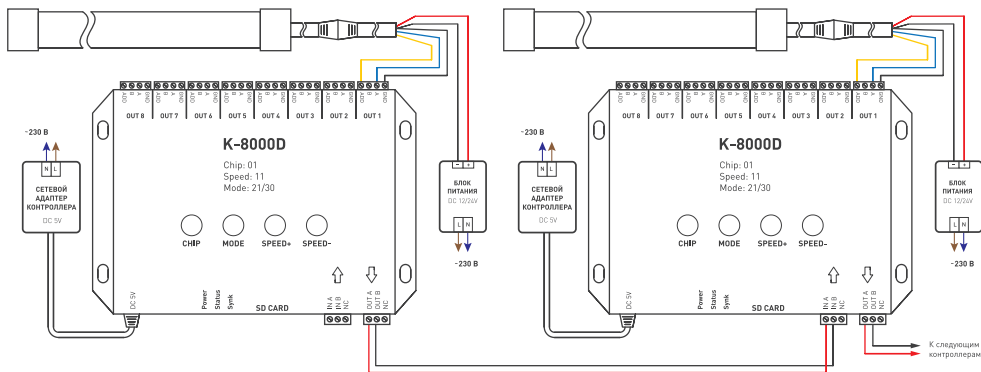

Рисунок 2. Схема подключения «гибкого неона» и соединение нескольких контроллеров для синхронной работы.
- 3.5. При подключении нескольких контроллеров используйте схему, приведенную на Рис.2.